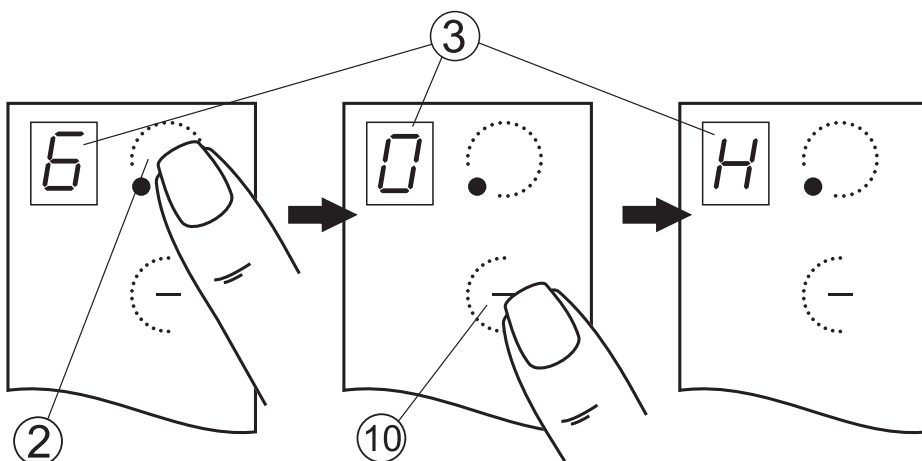

Рис.6
1. Работавшую конфорку перевести касанием зоны ② в режим управления (рис. 6).